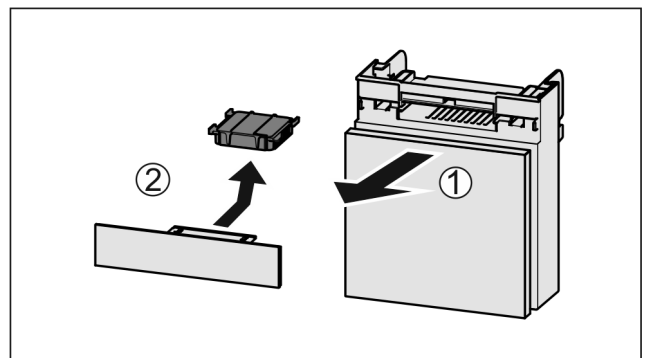

Fig. 199
- ▶ Fach nach vorne herausziehen Fig. 199 (1).
- ▶ Aktivkohlefilter entnehmen Fig. 199 (2).